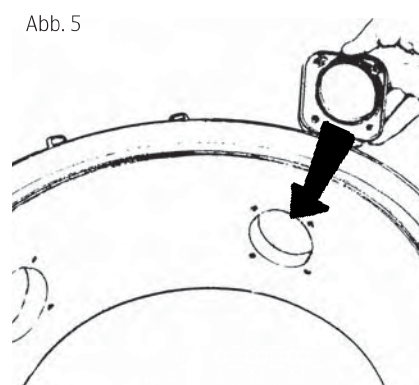

Abb. 5
4. Verlegen Sie den Ansaugrohrstutzen in die neue Öffnung. HINWEIS! Der Stutzen trägt die Kennzeichnung „Up“. Stellen Sie sicher, dass der Stutzen mit „Up“ nach oben angebracht wird. Befestigen Sie den Stutzen durch Einpassen und Anziehen der vier Schrauben, Abb. 5.